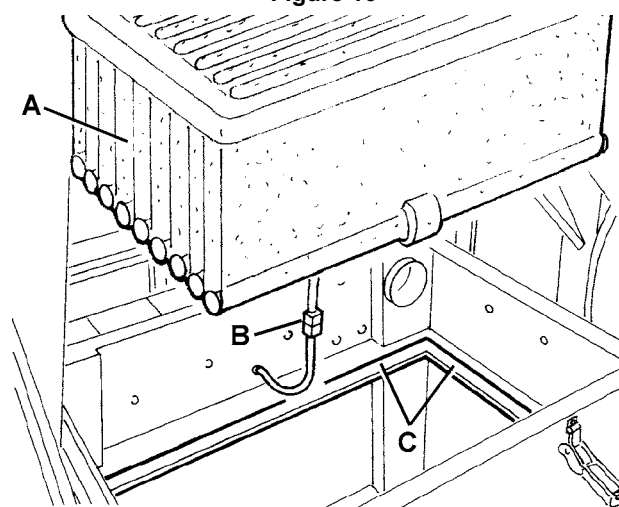

Figure 17
6. Débrancher le connecteur (B, Fig. 17) du secoueur et enlever le filtre à poussière (A).
14. Si besoin est, nettoyer le long du périmètre du joint en caoutchouc (C, Fig. 17) et contrôler que le joint est intact. En cas contraire, le remplacer.